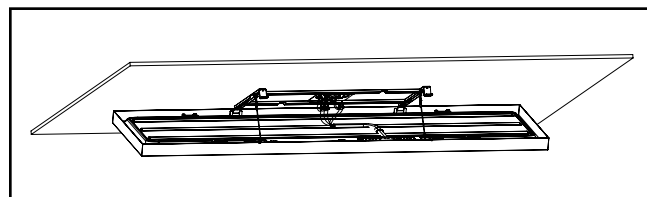

Figura 4.
- Conecte el cable suministrado a la fuente de alimentación entrante en la caja de conexiones: verde con verde (tierra), blanco con blanco (neutro) y negro con negro (vivo). También se suministran cables rosa y violeta para conectar a un atenuador de 0-10 V. Introduzca los cables conectados en la caja de conexiones (ver Figura 4)